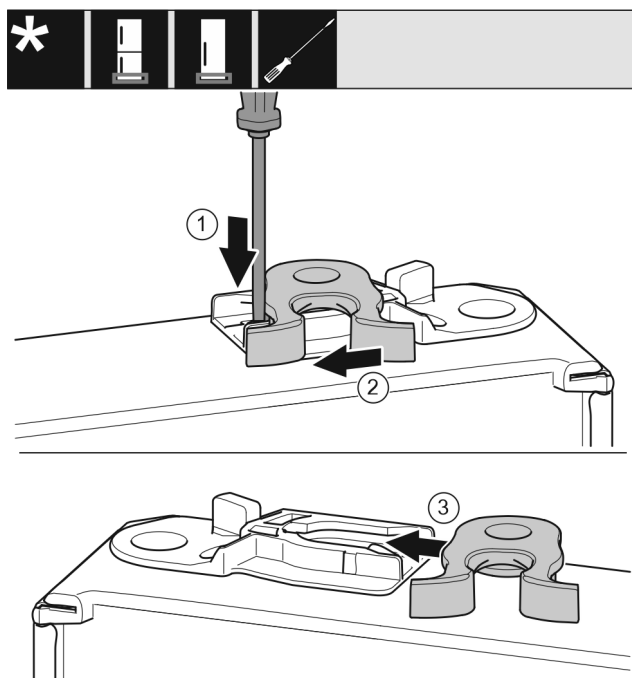

Fig. 23 *
- Plochým šroubovákem přitlačte lamelu Fig. 23 (1) dolů.*
- Vytáhněte petlici Fig. 23 (2) z vedení.*
- Petlici Fig. 23 (3) zasuňte do vedení na druhé straně.*